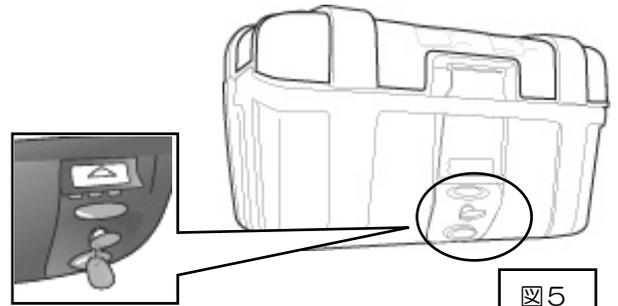

図5
2-1.①ケースのシリンダーに②キーを差し込み、右（3時方向）に回した状態でフタを閉じます。（図5参照）